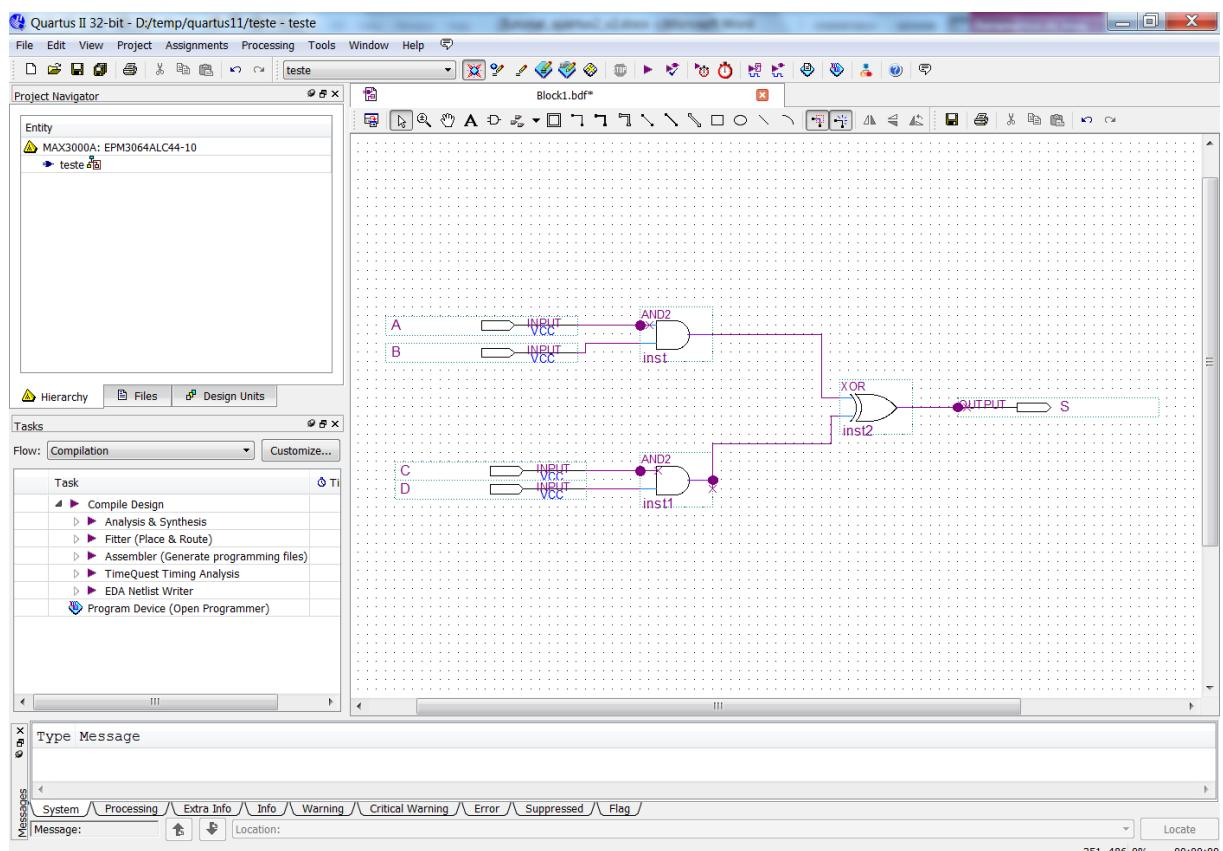

Figura 14 - Tela de Inserção de Portas Lógicas Primitivas e Pinos na forma de Esquemáticos
- Faça as conexões entre os pinos de entrada e saída e as portas lógicas utilizando a ferramenta de conexão. Para isso clique nos terminais a serem conectados, observando se de fato foi feito o contato. Ao fim desse processo, a tela se tornará como a mostrada na Figura 14.
**OBS:** As conexões são feitas sempre com o traço fazendo 90º com a borda do componente. Junções de duas trilhas eletricamente conectadas são marcadas automaticamente com um pequeno círculo escuro no ponto de junção. Trilhas que “passarem do ponto” de conexão ao componente terão suas extremidades inadvertidamente “soltas” marcadas com um  $\times$ , como mostra a Figura 14, além de exibirem desnecessariamente o círculo escuro no ponto de conexão real com o componente.